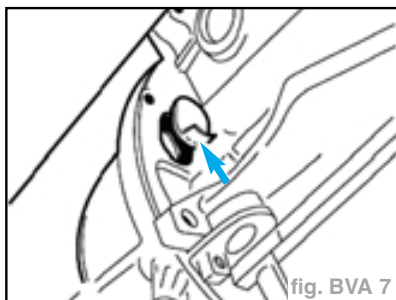

fig. BVA 7
- Dégager le cache (fig. BVA 7).